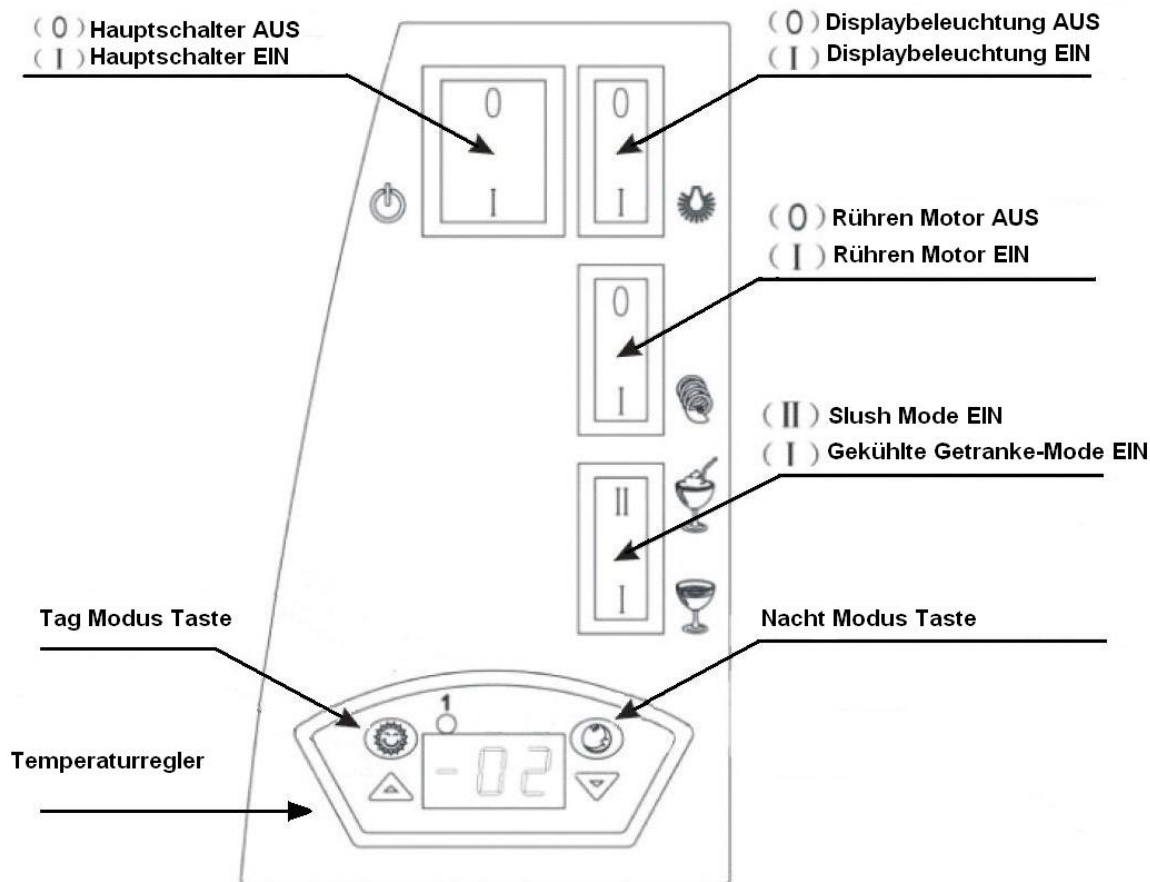

Fig. 1
1. Hauptschalter ausschalten (siehe Abb. 1)
1. Den Hauptschalter seitlich am Spender einschalten (siehe Abb. 1)
2. Den Rotormotor auf EIN stellen (siehe Abb. 1)
3.  am Temperaturregler drücken, um den Regler auf den Tagesmodus umzustellen (siehe Abb. 1)
4. Der Modusauswahlschalter muss dabei auf „Slush“ stehen –  (siehe Abb. 1)
3. ☀ am Temperaturregler drücken, um den Regler auf den Tagesmodus umzustellen (siehe Abb. 1)
4. Der Modusauswahlschalter muss dabei auf „Kaltgetränk“ stehen – ⚙ (siehe Abb. 1)
Die LED-Displaybeleuchtung kann mit der Taste ⚙ EIN oder AUS geschaltet werden (siehe Abb. 1)